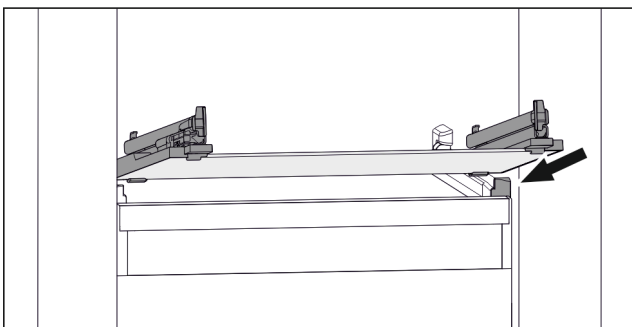

Fig. 69 Eksempel på fremstilling av glassplaten
- ▶ Sett glassplaten på skrå bak stopperne. (se Fig. 69)